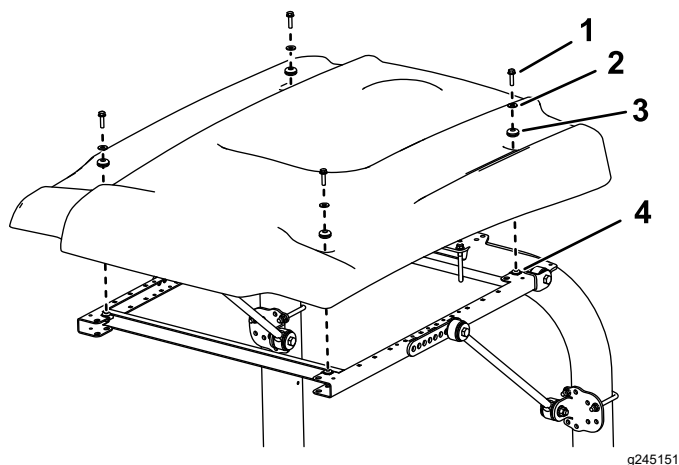

Figura 42
9. Ao alinhar os furos de montagem, posicione o toldo na estrutura como se mostra na Figura 42.
10. Monte, sem apertar completamente, cada canto do toldo na estrutura com um parafuso de cabeça flangeada (5/16 pol. x 1¼ pol.), uma anilha pequena e um olhal (Figura 42).